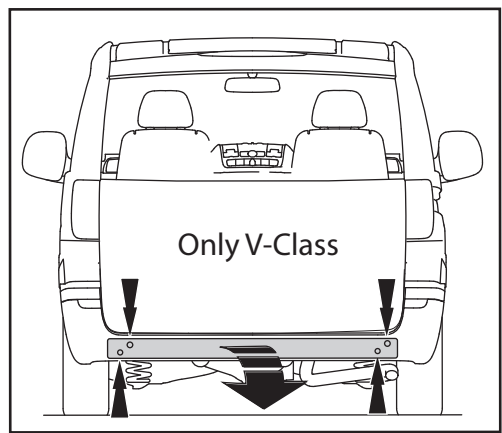

Fig. 1
2. **Для автомобилей Vito:** Снять бампер (См. рисунок 1).
Для автомобилей V-class: Снять бампер вместе со стальным буферным брусом автомобиля. Буферный брус больше не понадобится. См. рисунок 1.